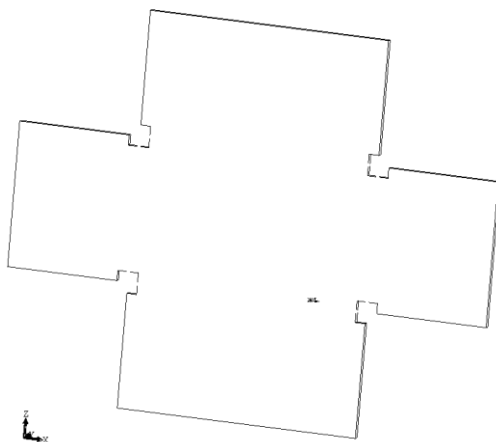

Рисунок 9.9 – Розгортка листової моделі
- у дереві конструювання вибрати рядок «**Flat-Pattern**», активізувати контекстне меню, натиснувши праву кнопку миші, і вибрати команду меню «**Change Transparency**». Обрати команду «**Unfold**» в меню «**Sheet Metal**», вказати грань, яка залишається нерухомою, згини. В результаті буде побудована розгортка деталі, на якій нанесені лінії згину, (рис. 9.9). Таким же чином можна і зігнути отриману розгортку;